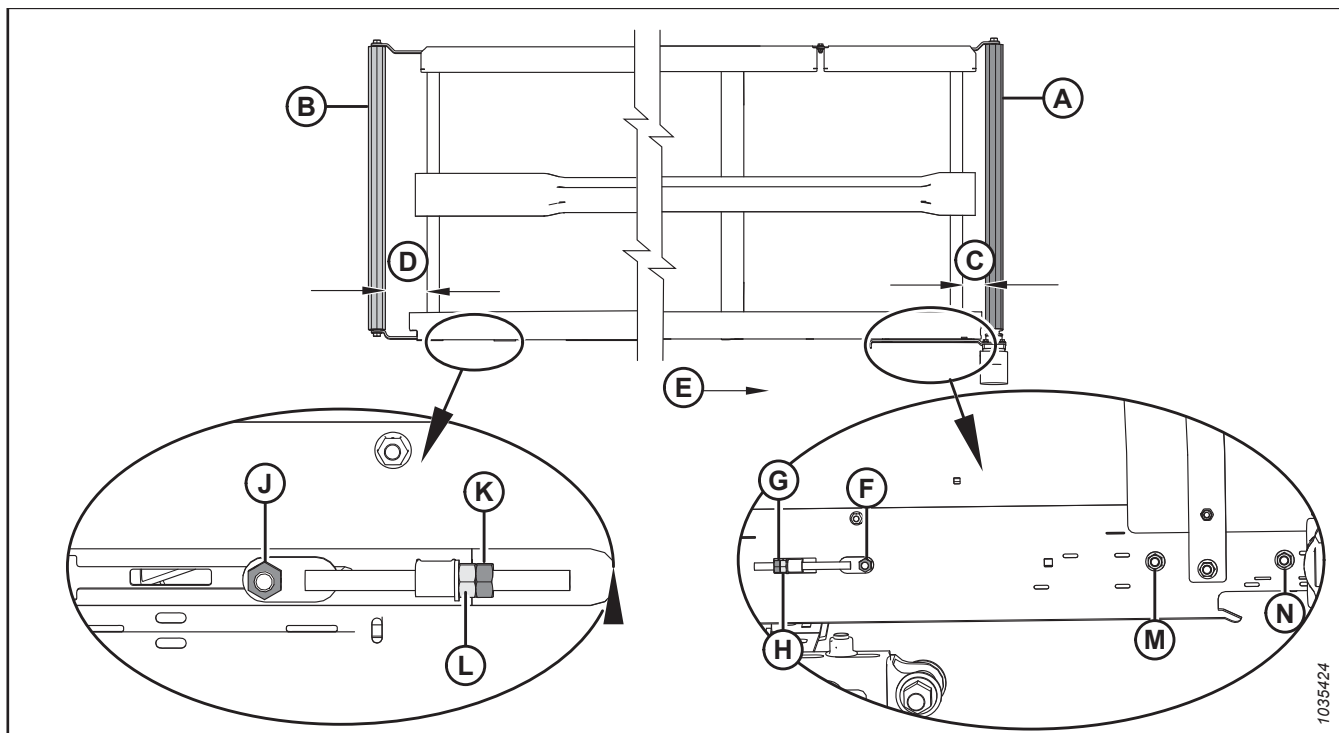

图 5.93: 输送带轨迹调整 – 左侧输送带
2. 按如下方式调整驱动辊 (A) 以更改 C (请参阅表 5.11 , 页码 276 和图 5.93 , 页码 276) :
- a. 旋松螺母 (F)、(M) 和 (N) , 以及锁紧螺母 (G)。
- b. 拧调整螺母 (H)。
- c. 拧紧螺母 (F)、(M) 和 (N) , 以及锁紧螺母 (G)。
3. 按如下方式调整惰辊 (B) 以更改 D (请参阅表 5.11 , 页码 276 和图 5.93 , 页码 276) :
- a. 旋松螺母 (J) 和锁紧螺母 (K)。
- b. 拧调整螺母 (L)。